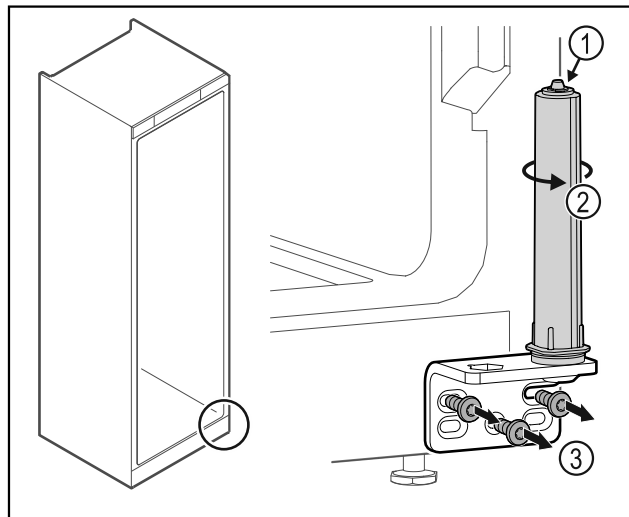

Fig. 32
- Nerozebírejte uzavírací systém dvířek Fig. 32 (1).
- Otáčejte uzavíracím systémem Fig. 32 (2), dokud nezacvakne.
- Odšroubujte úhelník závěsu Fig. 32 (3).